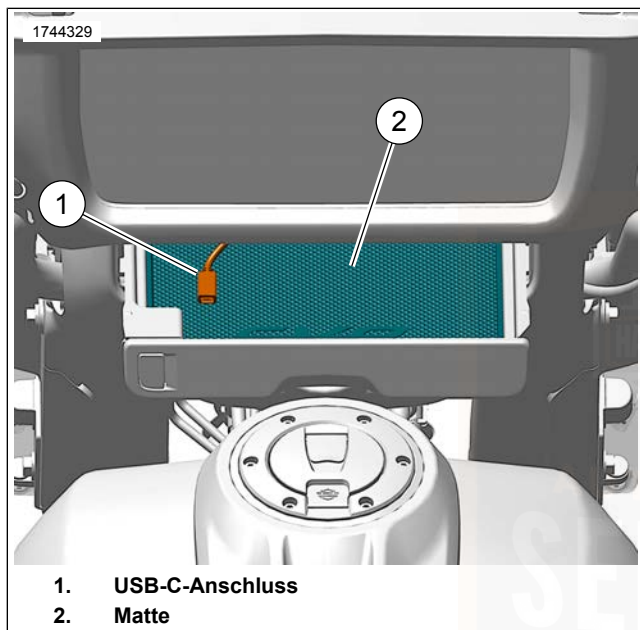

Abbildung 51. Medienfach (offen): Gabelmontierte Verkleidung
USB- oder Mediengerät anschließen: Siehe Abbildung 51. Gerät mit dem USB-C-Anschluss (1) verbinden. Das Gerät auf die gepolsterte Matte (2) legen. Die Klappe des Fachs schließen.